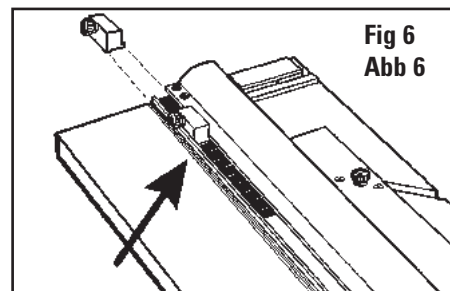

Fig 6
2. Insérer la butée de production dans la barre de guidage comme illustré et la régler au niveau du repère de 5,08 cm. (Fig. 6)
2. Bringen Sie den Produktionsstopp an der Führungsschiene an und stellen Sie ihn an der 5 cm Markierung der Skala fest. (Abb. 6)
2. Inserte el tope de producción en el carril guía según se muestra y ajuste en la marca de 2". (Fig. 6)
2. Inserire l'arresto di produzione nella rotaia di guida come illustrato e impostarlo sul segno 2". (Fig. 6)